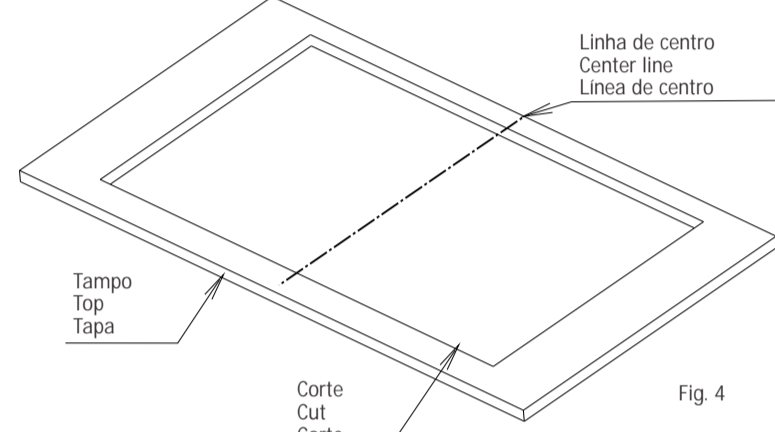

Fig. 4
- 4** Recortar o tampo, conforme Fig. 4.
Cut the top according to Fig. 4.
Recortar la tapa, de acuerdo Fig. 4.